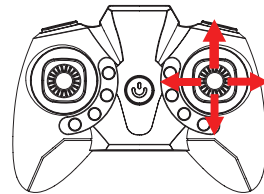

Figure 2: Choix de la direction
4. Orientez le joystick de mouvement à gauche/droite/haut/bas pour effectuer un Flip 360° dans la direction choisie (Figure 2).